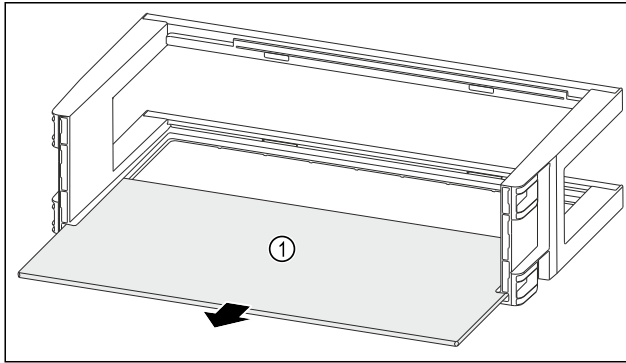

Fig. 107
- ▶ Abstellfläche Fig. 107 (1) entnehmen.